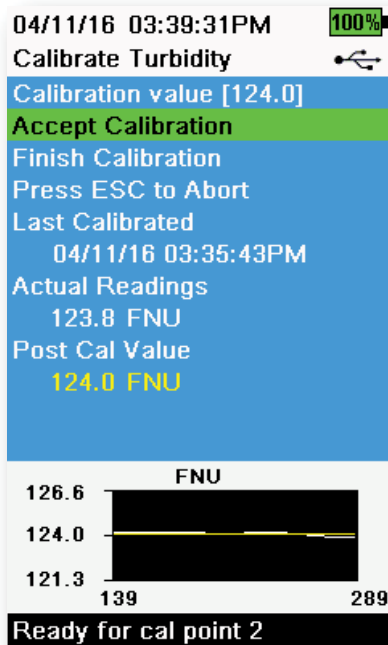

Abbildung 54 Trübung kalibrieren
8. Vergewissern Sie sich, dass sich keine Luftblasen an der Linse des Trübungssensors befinden. Überwachen Sie die tatsächlichen Messwerte auf Stabilität und dann bestätigen Sie mit **Kalibrierung akzeptieren** (Abbildung 54). Im Nachrichtenbereich wird „Bereit für Kal-Punkt 3“ angezeigt.